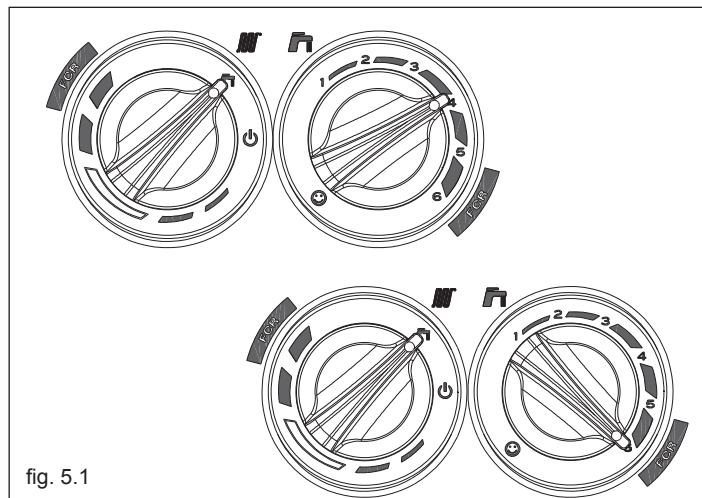

fig. 5.1
- portare il selettore di funzione su estate  (fig. 5.1) e il selettore temperatura acqua sanitario al valore massimo (fig. 5.1)